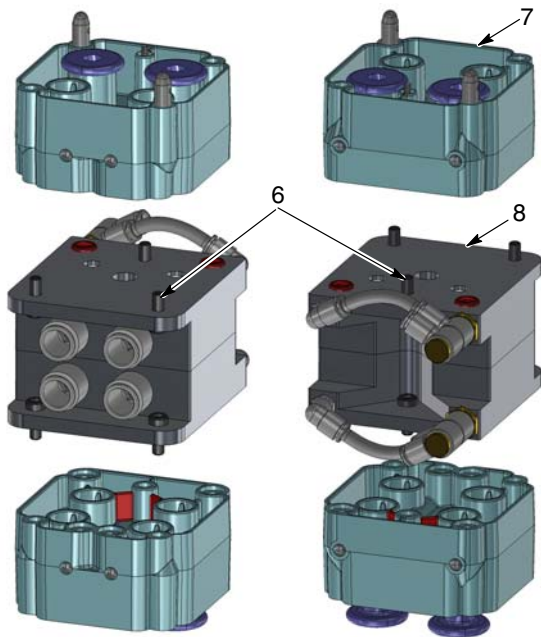

Figura 4 Separarea componentelor blocului sifon
3. Vezi Figura 4. Scoateți trei șuruburi cu cap (6) de la fiecare bloc sifon intermediar (8) pentru a scoate blocurile sifon intermediare din blocurile supapei de efilare (7).
6. Vezi Figura 4. Folosind o cheie Allen de 4 mm, introduceți în total șase șuruburi cu cap (6) în fiecare bloc sifon intermediar (8) pentru a conecta blocurile intermediare la blocurile supapei de efilare (7).